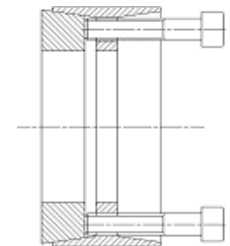

Figure 3
- 9.4 Enlevez les vis de la bague de serrage avant et tourner-les à la main au travers des taraudages de la bride et de la bague extérieure jusqu'à ce qu'elles entrent en contact avec la bague de serrage arrière. (voir Figure 3).